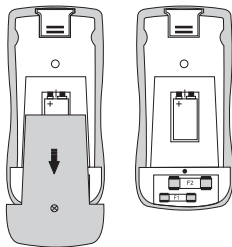

Abb. 11
2. Lösen und entfernen Sie die rückseitige Batteriefachschraube (15).
3. Klappen Sie den Aufstellbügel (13) auf. Ziehen Sie den Batterie- und Sicherungsfachdeckel nach unten vom Messgerät (Abb. 11).